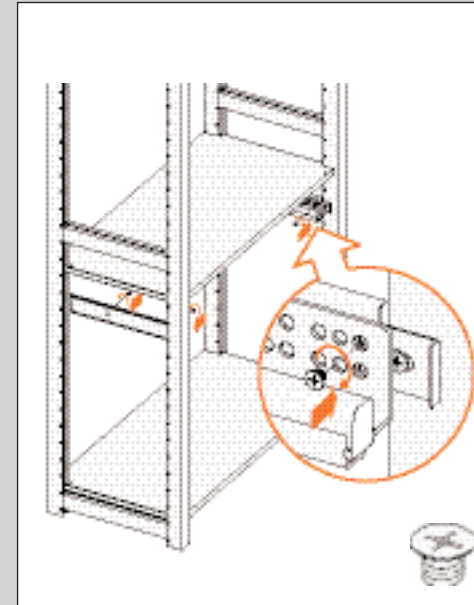

ABBILDUNG 16
Achten Sie bei der Montage der Teleskopschienen auf den Typ der Schubladen (Abb. 16 und 17).
2. Schrauben bei Schubladen mit innenliegender Front an der Vorderseite in das erste Paar Löcher (Abb. 16).